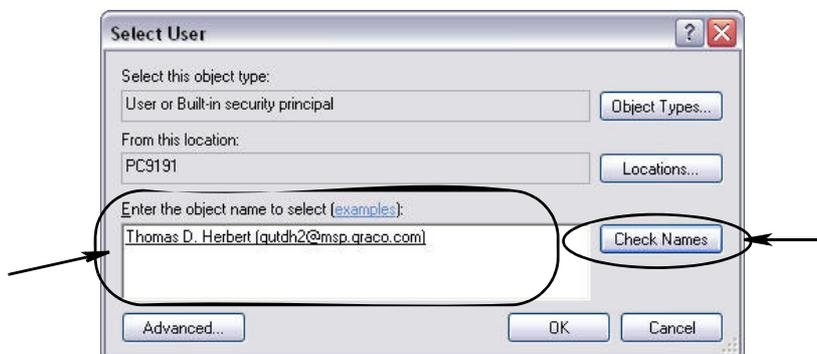

FIG. 59
- h. La boîte de dialogue illustrée par la FIG. 59 s'affiche. Dans le champ "Enter the object name to select" (Entrer le nom de l'objet à sélectionner), tapez votre nom d'utilisateur. Cliquez ensuite sur le bouton "Check Names" (Vérifier les noms).